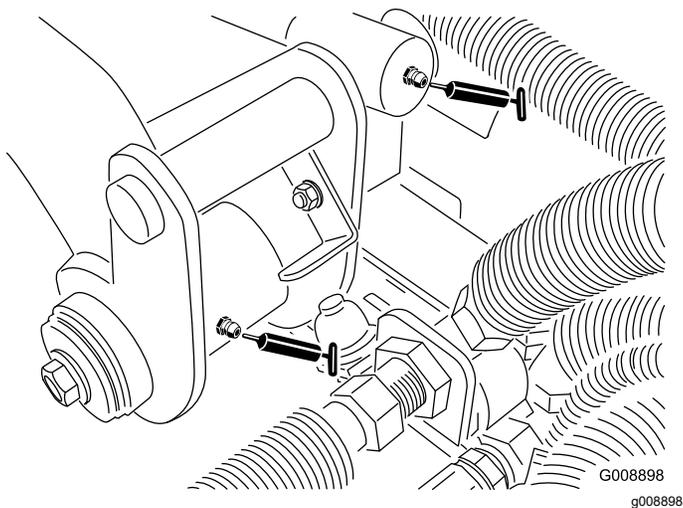

図 63
- 後昇降アームのピボットと昇降シリンダ2ヶ所 **図 63**